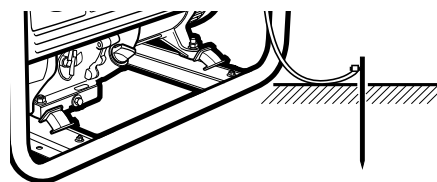

Рис. 10
**2.** Проверьте заземление генератора (рис. 10). Следуйте требованиям правил установки заземления, описанным в пункте 9.4, (стр. 15) «Заземление» настоящего руководства.